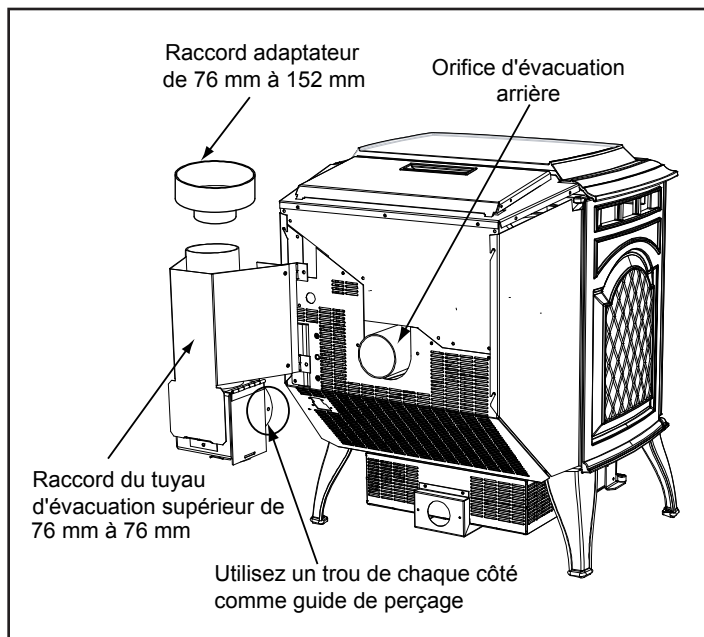

Figure 7.1
1. Appliquez une couche de silicone à haute température sur le pourtour de l'orifice d'évacuation arrière de 76 mm. **Figure 7.1.**
2. Faites glisser le raccord du tuyau d'évacuation sur l'orifice d'évacuation arrière et ajustez l'ensemble dans la position verticale. **Figure 7.1.**
3. Percez 4 trous avec une mèche #26 dans la partie arrière de l'appareil en utilisant le bouclier thermique externe comme patron (assurez-vous que l'ensemble est vertical). **Figure 7.1.**
1. Appliquez une couche de silicone à haute température sur le pourtour de l'orifice d'évacuation de 76 mm. **Figure 7.1.**